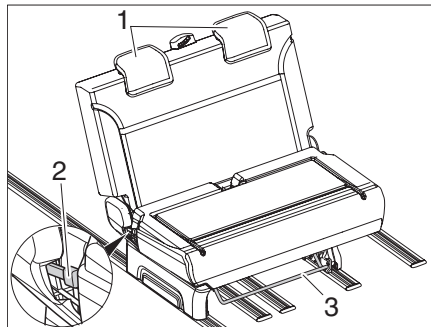

Figura 15 Banco de asiento
- ▷ No se pare sobre el gancho (Figura 15,3).
- ▷ No sostenga el asiento del banco para dormir por el gancho (Figura 15,3).
- ▷ Desplace el asiento del banco para dormir sólo mientras está sentado. No empuje ni tire del banco hasta su posición en el lado del gancho (Figura 15,3).
- Tire del gancho (Figura 15,3) y empuje el banco de asiento hacia adelante.
- Retire los reposacabezas (Figura 15,1).
- Tire de la palanca (Figura 15,2) y pliegue el respaldo hacia atrás.
- Presione la palanca (Figura 15,2) hacia abajo para el bloqueo seguro del respaldo.